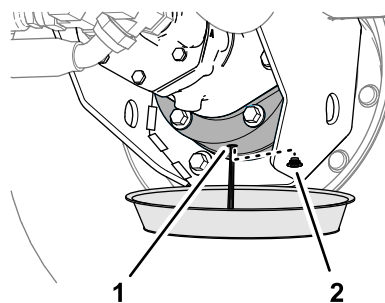

Figure 90
6. Placez un bac de vidange sous le carter de frein, enlevez le bouchon de vidange et vidangez toute l'huile (**Figure 90**).